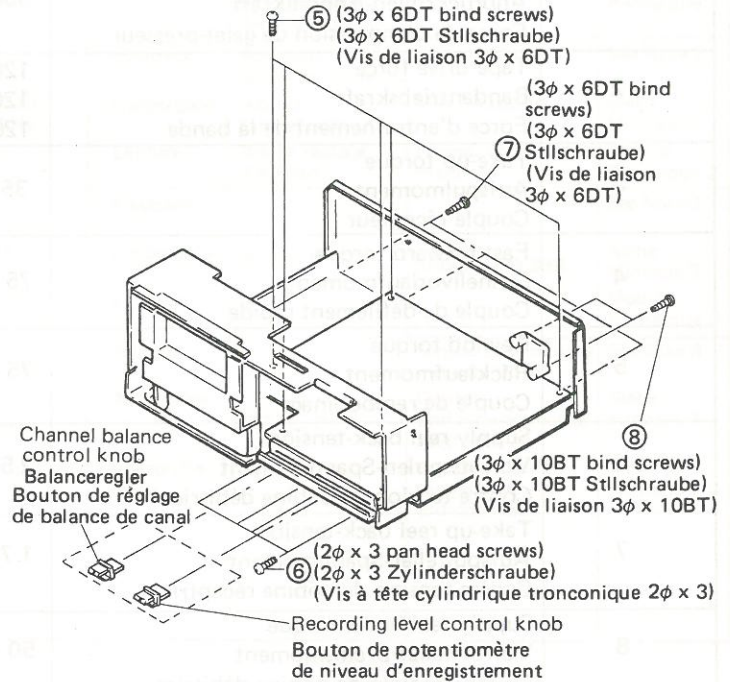

Fig. 5 Abb. 5
Remove 5 screws ⑤, 3 screws ⑥, 3 screws ⑦, 2 screws ⑧, and knobs (channel balance control, recording level control) after removing the front panel and bottom plate. Lift the board and pull it backward to remove it (Fig. 5).
Die 5 Schrauben ⑤, die 3 Schrauben ⑥, die 3 Schrauben ⑦, die 2 Schrauben ⑧ und die Knöpfe (Balance-regler, Aussteuerungsregler) entfernen, nachdem die Frontplatte und die Bodenplatte abgenommen wurden. Die Leiterplatte anheben und nach hinten abziehen (Abb. 5).
Retirer les 5 vis ⑤, les 3 vis ⑥, les 3 vis ⑦, les 2 vis ⑧ et les boutons (réglage de balance de canal, potentiomètre de niveau d'enregistrement) après avoir retiré la plaque de façade et la plaque inférieure. Soulever la plaque et la retirer vers l'arrière pour la dégager (Fig. 5).